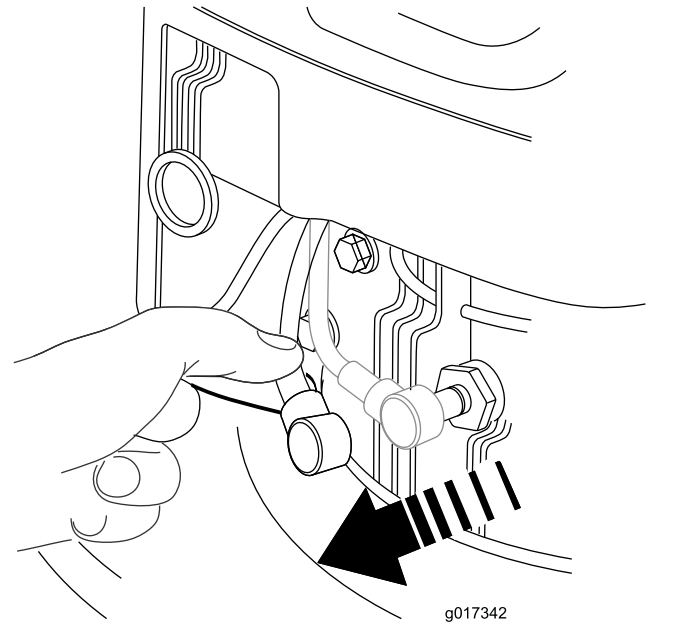

Figura 19
2. Desligue o fio da vela de ignição da vela da ignição (Figura 19) antes de executar qualquer procedimento de manutenção.